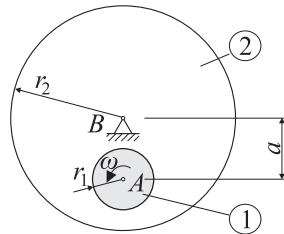

Bild 5.19.
(2) (Masse m_2) verbunden, welche in B reibungsfrei drehbar gelagert ist (Bild 5.19). Die Scheibe (1) dreht sich zunächst mit der Winkelgeschwindigkeit ω , während die Scheibe (2) in Ruhe ist. Plötzlich blockiert das Lager in A ; die beiden Scheiben sind dann starr miteinander verbunden. Man bestimme die Winkelgeschwindigkeit Ω der Scheiben nach dem Blockieren, die in A und B auftretenden Kraft- und Momentenstöße sowie die Änderung der kinetischen Energie.